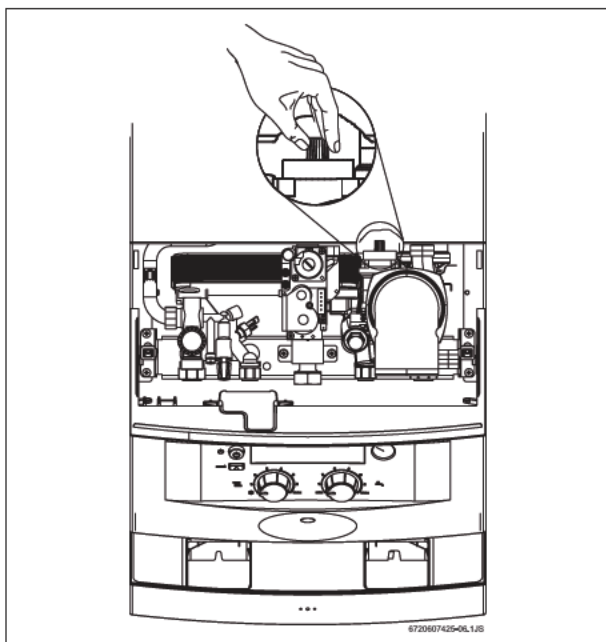

Рис. 16. Воздухоотводчик
- ▶ Выпустить воздух из установки с помощью встроенного воздухоотводчика (см. рис. 16).